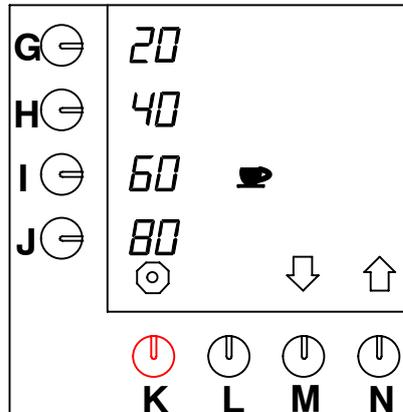

Abb. 25 Ändern der vorprogrammierten Wahl taster für Tassen
- Drücken Sie auf die Wahl taste (N.)↑, bis Abb.25 im Display erscheint.